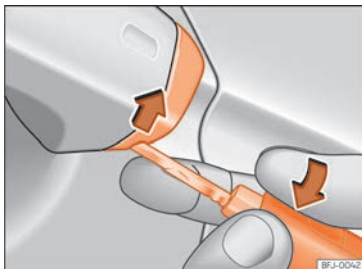

Abb. 77 Fahrertürgriff: Abdeckkappe abhebeln.
- Den Schlüsselbart am Fahrertürgriff in die untere Öffnung der Abdeckkappe stecken » Abb. 77 und die Abdeckkappe von unten nach oben anheben.